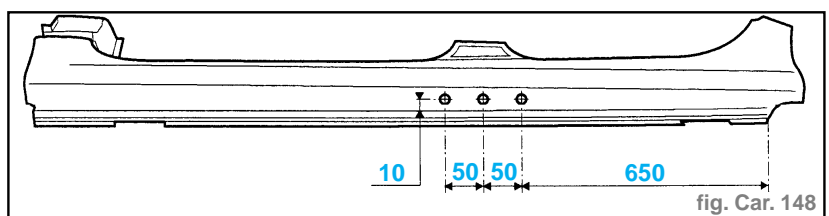

fig. Car. 148
- Tracer puis percer suivant la figure des trous $\varnothing 8 \text{ mm}$ pour soudage ultérieur par points bouchons (fig. Car. 148).
- Souder par points bouchons au MIG (suivant les perçages) (fig. Car. 148).